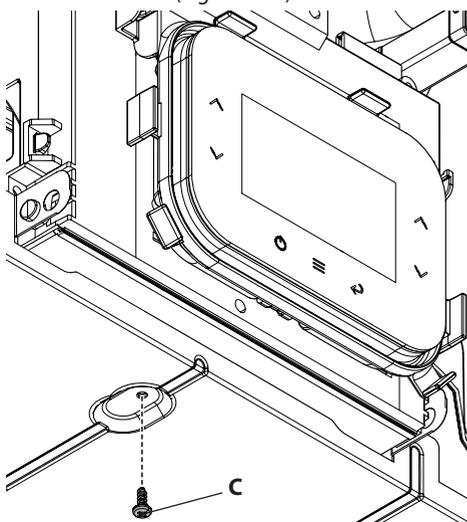

Figura 5.41
- Svitare la vite **C** (Figura 5.41).